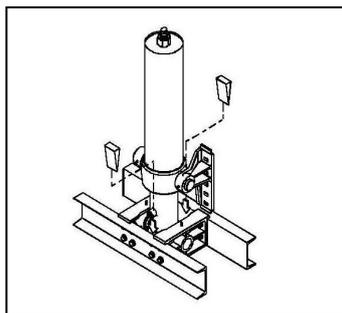

图 7 Рисунок 7
- 取下吊索后，油缸有可能倒向驾驶室，会对人员造成伤害或对零部件造成损坏。为保持油缸处于正确位置，在油缸和支撑横梁间插入木楔（见图 7），固定好油缸后取下吊索。
- После снятия стропа существует вероятность падения цилиндра назад в сторону кабины, что может привести к травмам персонала или повреждению деталей.Чтобы удержать цилиндр в правильном положении, вставьте деревянный клин между цилиндром и опорной балкой (см. рис. 7), зафиксируйте цилиндр и снимите стропу.